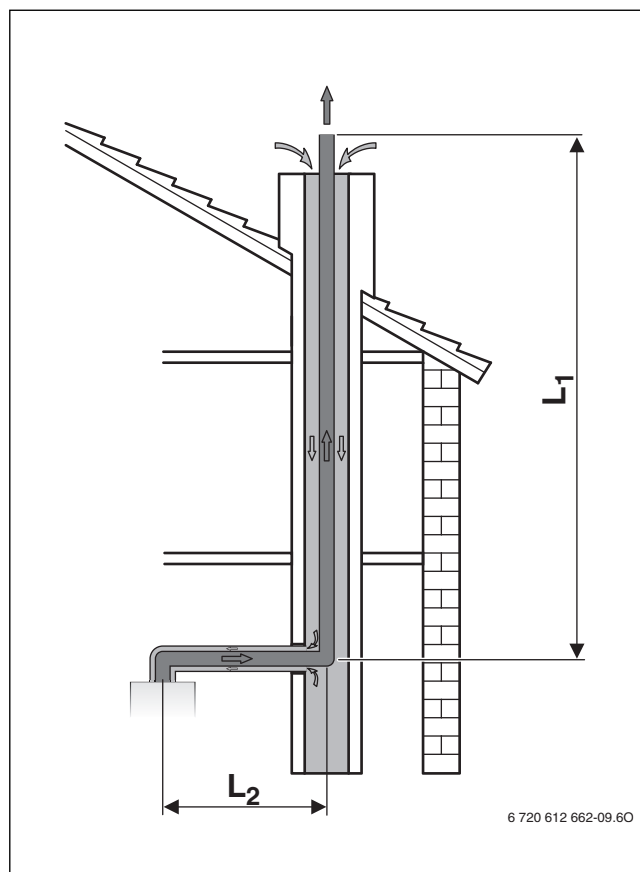

Fig. 14 Sistema aspirazione/scarico tramite cavedio secondo C₉₃
- Quando l'alimentazione di aria comburente avviene tramite il cavedio in controcorrente (→ figure 14 e 15), il cavedio deve essere pulito.